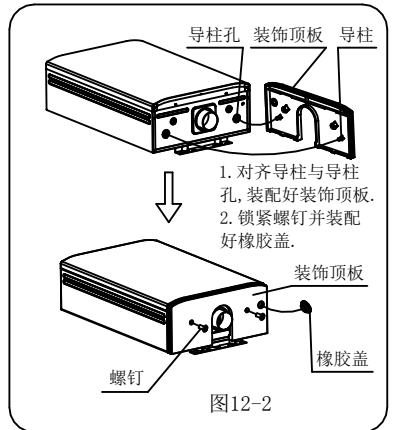

图12-2
- 用户可以根据自己的需要进行装饰顶板与装饰底板的安装(如图12-2、图12-3)。